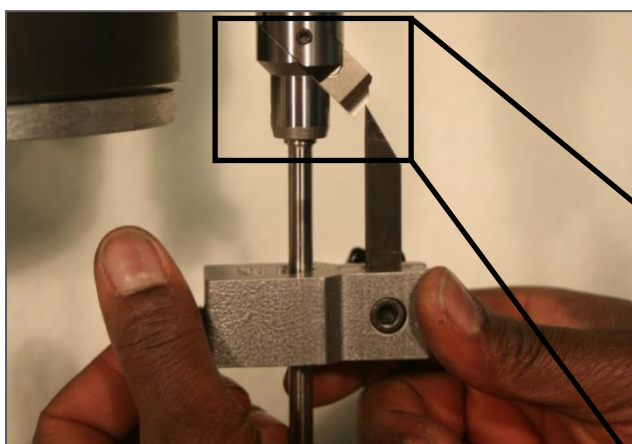

Fig. 15
11. Coloque el medidor de reglaje en el piloto y fije el indicador ligeramente con el tornillo manual. Ajustar la herramienta en la forma en que la lengüeta ajuste con la arista superior del ángulo de cierre (Fig. 15). Apriete la herramienta en el seguidor y retire el medidor de reglaje.